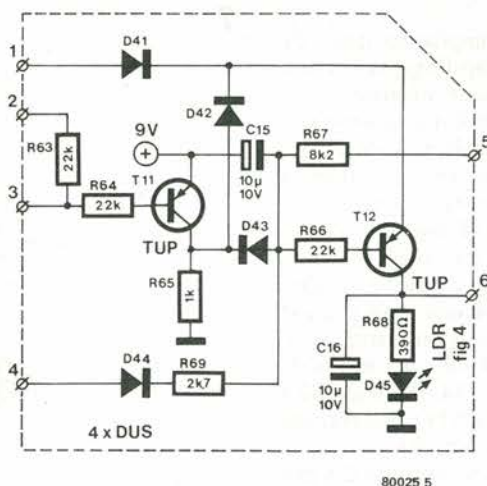
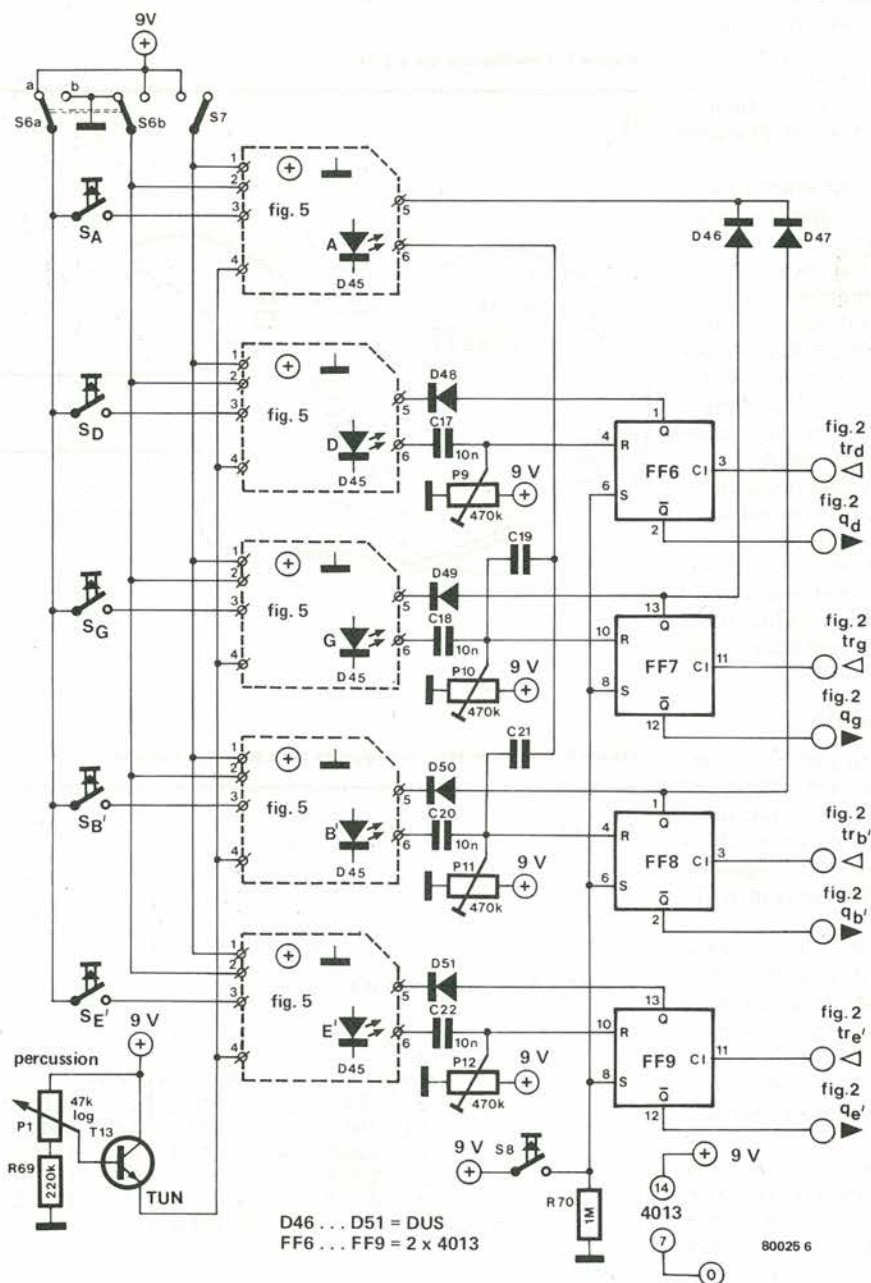
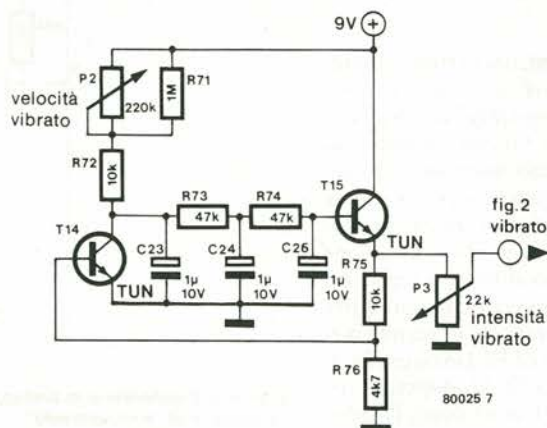

Figura 5. Il generatore di inviluppo. Questi moduli (cinque in tutto) determinano le caratteristiche di "attacco" e di "smorzamento".
Figura 6. La sezione dei generatori di inviluppo al completo. Si possono scegliere per mezzo di S6 ed S7 quattro differenti modi di suonare lo strumento.
Figura 7. L'oscillatore del vibrato.
Il circuito completo è una cosa piuttosto complicata e non è il genere di lavoro che si può mettere insieme in un'ora o due. Occorrono un gran numero di componenti (a buon prezzo); c'è un complicato cablaggio da e per gli interruttori e ci sono molti accordi da fare. Per motivi di chiarezza il circuito è stato diviso in sei circuiti parziali. I tasti di nota ed i quattro oscillatori appaiono in figura 2. Due diversi tipi di stadio divisore sono mostrati in figura 3a e 3b e la figura 4 mostra come questi possono essere usati nel circuito complessivo. La figura 5 è il generatore ad involuppo. Cinque di questi generatori sono combinati come appare in figura 6. Infine, la figura 7
Figura 4. La sezione completa dei divisori ed i controlli del livello di uscita. Le LDR sono illuminate dal LED (vedi figura 5) quando deve essere prodotto un segnale di uscita.
Questi corrispondono ad accoppiatori ottici: cinque LED (D45 nelle figura 5 e 6) e cinque LDR (R_{E'} R_A in figura 4).
L'uscita di ciascun oscillatore è prelevata tramite un transistor (T2, T4, T6 e T8); questo è "comandato" dai segnali "q" provenienti dalla figura 6. I segnali "tr" vanno nell'altro senso: da figura 2 a figura 6.
Il circuito di figura 6 rileva il rilascio di un tasto di nota (come sarà spiegato in seguito) e quindi smorza rapidamente la nota di uscita della corda corrispondente. Il circuito dei tasti di nota corrispondenti alla corda B' è più complicato degli altri tre, perchè deve anche fornire il segnale CA. Questo segnale viene usato per controllare la generazione del suono della quinta corda (in figura 4). La nota per questa quinta corda (A) è derivata dalla corda B' se il segnale di CA è a livello logico basso e
Le uscite degli stadi divisorii vanno ad uno stadio miscelatore "controllato con la luce". Ciascuna uscita (comprese le due uscite A della quinta corda) è applicata tramite una rete resistiva che comprende una LDR (R_E R_A). La quantità di luce che arriva alla LDR determina il livello d'uscita per quella determinata corda. Questo significa che ciascuna LDR, con un LED accoppiato, in figura 5 è in linea di principio equivalente ad un economicissimo VCA.
Il livello di uscita per ciascuna corda è definito dalla quantità di luce che arriva alla corrispondente LDR in figura 4. Se si preme brevemente un tasto di corda, sulla LDR cade un breve impulso luminoso con le giuste caratteristiche di attacco e smorzamento. L'impulso luminoso è prodotto dal circuito di figura 5.
L'effettiva sorgente luminosa è il LED D45. Cinque di questi generatori d'involuppo, così sono chiamati, vengono impiegati nell'intero strumento. Il circuito complessivo si vede in figura 6. Per ogni corda si usa uno dei generatori d'involuppo. Naturalmente i LED devono essere montati vicino alla corrispondente LDR (il LED
Con i vari interruttori di figura 6 nelle posizioni mostrate, il segnale principale di controllo per ciascun generatore d'involuppo perviene dal corrispondente tasto di corda (S_E ... S_A).
Prima che un tasto sia azionato, l'ingresso 2 di figura 5 è collegato al conduttore comune dell'alimentazione tramite S_6 . T_{11} (figura 5) è in conduzione; C_{15} a questo punto viene fatto scaricare, cosicché T_{12} è interdetto; il LED non è acceso. L'azionamento di un tasto di corda, manda la connessione d'ingresso 3 alla tensione di alimentazione positiva, provocando l'interdizione di T_{11} . C_{15} si carica piuttosto rapidamente, in modo che la tensione alla giunzione C_{15}/R_{66} cade. Al rilascio del tasto, T_{11} comincia nuovamente a condurre; tramite D_{42} manda corrente a T_{12} e, mentre si scarica attraverso R_{66} e la giunzione base-emettitore di T_{12} , questo transistor passa in conduzione ed il LED si accende. C_{15} e C_{16} producono le desiderate caratteristiche di attacco e di smorzamento. La nota viene quindi prodotta quando il tasto viene rilasciato.
In figura 6, P_1 regola una polarizzazione in c.c. alle connessioni d'ingresso 4 di tutti i generatori d'involuppo. Come si può notare in figura 5, questa polarizzazione determina la minima tensione a cui C_{15} può essere caricato quando T_{11} è interdetto; essa definisce inoltre la caratteristica di scarica iniziale di questo condensatore e di conseguenza le caratteristiche di attacco-smorzamento.
I commutatori S_6 ed S_7 di figura 6, vengono usati per selezionare altri tipi di "suono". Con S_6 in posizione "b" ed S_7 lasciato nella posizione (aperta) che appare in figura, si ottiene un suono "percussivo": all'inizio T_{11} è interdetto e C_{15} è carico, dimodochè la nota si produce immediatamente all'azionamento del tasto. Anche se il tasto viene mantenuto premuto, la nota si smorza. Per contro, con S_7 commutato in chiusura ed S_6 in posizione "a", si ottiene un effetto più rassomigliante all'organo: la nota suona fintanto che il tasto di corda rimane premuto; dopo il rilascio del tasto, la nota si smorza gradualmente ("sustain"). Infine, con S_6 in posizione "b" ed S_7 chiuso, una nota apparirà quando si azionerà uno dei tasti di nota.
Quattro flip-flop, FF_6 ... FF_9 di figura 6, assicurano che la nota si smorzi rapidamente dopo il rilascio del corrispondente tasto di nota, sempre come in una normale chitarra. Come detto in precedenza essi bloccano l'uscita in figura 2. Inoltre l'uscita Q viene usata per scaricare rapidamente C_{15} (figura 5). Un tasto "damper" (di smorzamento) è anche presente: azionando S_8 tutte le corde ammutoliscono rapidamente, con lo stesso effetto che si ottiene
Finora nulla è stato detto circa l'ingresso "vibrato" di figura 2. Esso è collegato al circuito di figura 7: un oscillatore convenzionale a bassissima frequenza. La sua uscita modula la frequenza emessa dagli oscillatori di "corda". La profondità di modulazione, ossia l'estensione alla quale l'effetto è percepito, si può variare con P_3 . La frequenza del vibrato è regolata da P_2 . Il circuito è progettato in modo che l'oscillatore si arresta se P_2 è al massimo della sua resistenza. Quindi P_3 può essere usato per introdurre un vibrato "manuale" analogo alla "manovella" del vibrato nella chitarra elettrica.
L'accordatura è una faccenda un pochino complessa, come con quasi tutti gli strumenti musicali. Primo: figura 6. I cursori dei predispositori P_9 ... P_{12} , sono per prima cosa girati a fondo verso il comune dell'alimentazione. Vanno quindi girati fino al punto nel quale la nota si sente azionando il corrispondente tasto di corda (con S_6 ed S_7 nella posizione indicata).